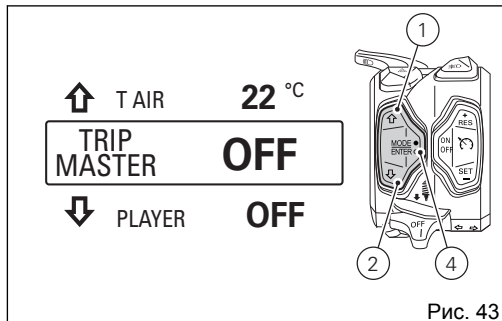

Рис. 43
Чтобы активировать функцию Trip Master, кнопками (1) или (2) отобразите в меню надпись «TRIP MASTER OFF» и нажмите на кнопку (4) (Рис. 43).